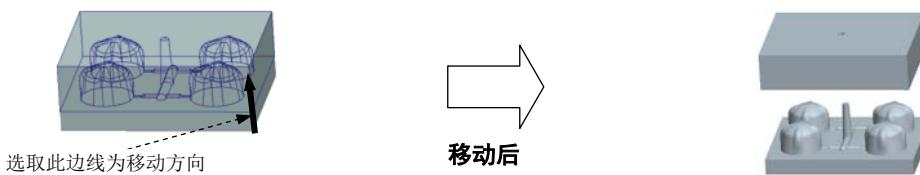

图 22.25 移动上模
(1) 在系统的提示下，先将鼠标指针移至模型中的上模位置并右击，选取快捷菜单中的 **从列表中拾取** 命令。
(2) 在系统弹出的“从列表中拾取”对话框中，单击列表中的上模模具零件 **UPPER_VOL.PRT**，然后单击 **确定 (①)** 按钮。
(3) 在“选择”对话框中单击 **确定**。
Step4. 在系统的提示下，选取图 22.25 所示的边线为移动方向，然后在系统输入沿指定方向的位移 的提示下，输入要移动的距离值 150，然后按回车键。